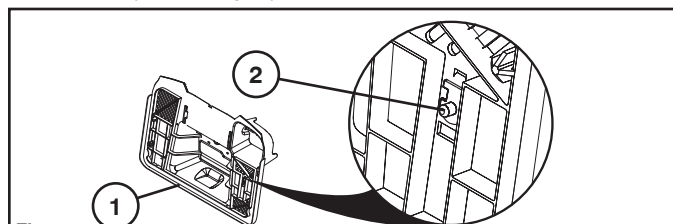

Fig. 1
- En vous plaçant debout derrière le tracteur, le bac étant retiré de la plaque arrière (1), repérez la zone de contact total (2) du bac. (Voir la Fig. 1)